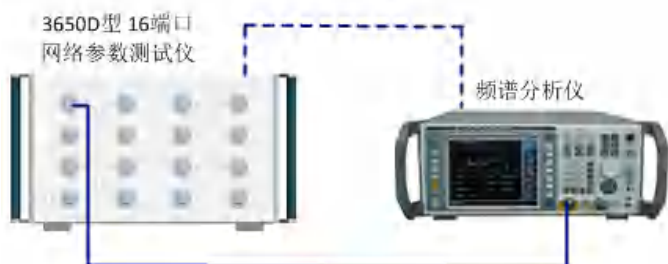

图 9.3 谐波抑制测试框图
- 1) 如图 9.3 所示连接系统，预热 60 分钟以上；